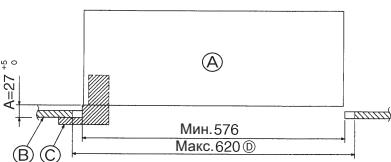

Fig. 5-2
①	Решетка	1	650 × 650 (мм)
②	Винт с прокладкой	4	M5 × 0,8 × 25 (мм)
③	Шаблон	1
④	Фиксатор	2
⑤	Лента	2
5.2. Подготовка к установке вентиляционной решетки (Fig. 5-2)